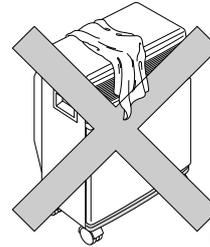

fig. 13
- Asegúrese que no existan fuentes de calor en el cuarto (Fig. 13)..